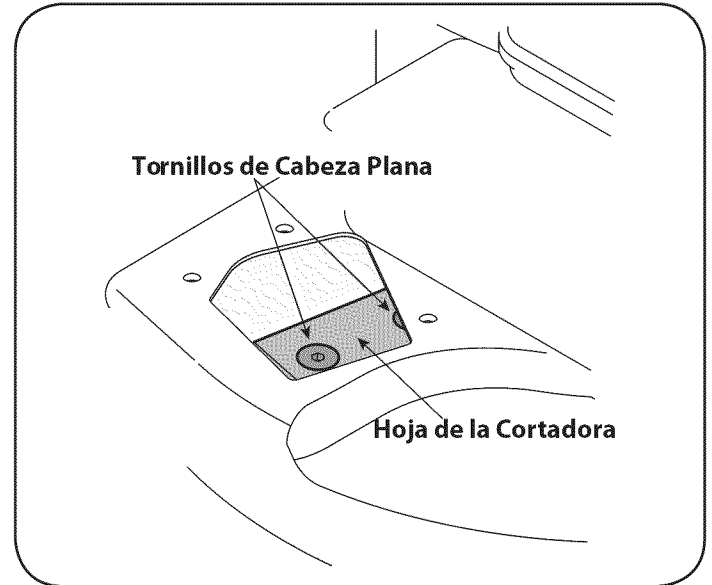

Figura 30
- Mediante una llave Allen de 3/16", retire los tornillos de cabeza plana que sujetan la hoja de la cortadora al motor. Dichos tornillos son accesibles a través de la abertura que se creó cuando retiró el canal de la cortadora anteriormente. Vea la Figura 30.